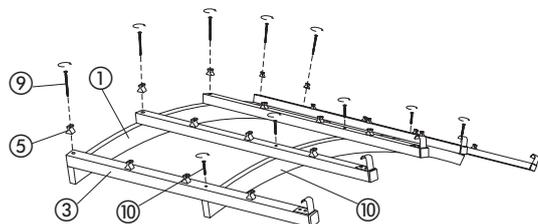

Рис. 4
- a) При помощи винтов ⑩ прикручиваем рейки ③ к дуге ② (Рис.4).
- b) При помощи винтов ⑨ вместе с верхней защёлкой ⑤ прикручиваем рейки ③ к околостенной дуге ① (Рис. 4).
a) Za pomocą wkrętów ⑩ przykręcamyłaty ③ do łuku ② (Rys. 4).
b) Za pomocą wkrętów 3,5x55 ⑨ wraz z zatrzaskiem górnym ⑤ przykręcamyłaty ③ do łuku przyściennego ① (Rys. 4).